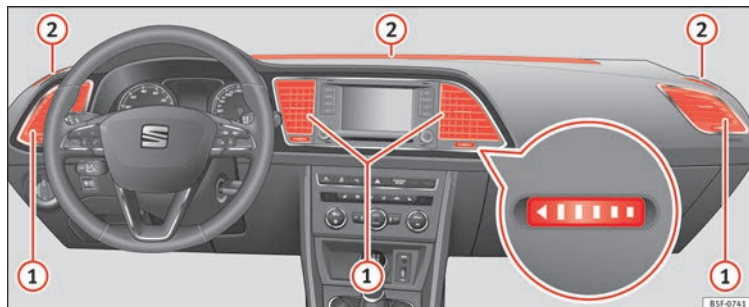

Fig. 185 En el tablero de instrumentos: difusores de aire.
Para garantizar la calefacción, refrigeración y ventilación dentro del habitáculo, los difusores de aire ► **fig. 185** ① deberían permanecer abiertos.